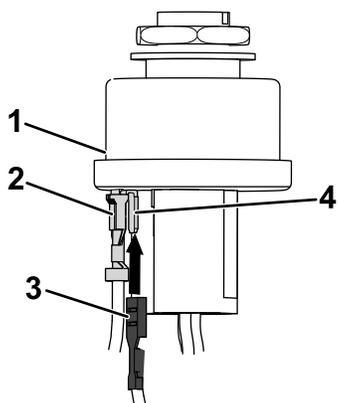

Figura 18
3. Ligue o o terminal espada da cablagem da máquina ao terminal anexado do adaptador da cablagem (Figura 18).